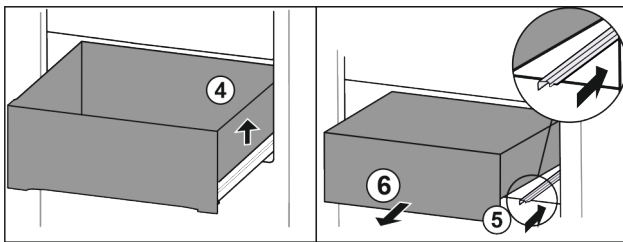

Fig. 89
- ▶ 抬起抽屉右侧。 Fig. 89 (4)
- ▶ 推入右侧轨道。 Fig. 89 (5)
- ▶ 朝前取出抽屉。 Fig. 89 (6)